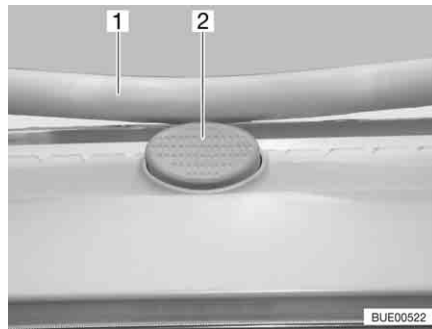

Fig. 84 Bottone di sicurezza sull'oblò Heki
- Premere il bottone di sicurezza (Fig. 84,2) e tirare verso il basso la staffa (Fig. 84,1) con entrambe le mani.
- Premere la staffa verso l'alto con ambedue le mani, finché la staffa non poggia al di sopra del bottone di sicurezza (Fig. 84,2).